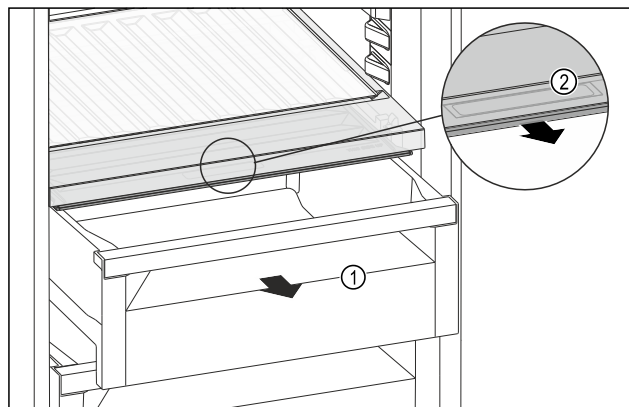

Fig. 117
- ▶ Извлеките выдвижной ящик *Fig. 117 (1)*.
- ▶ Возьмитесь за утопленную ручку *Fig. 117 (2)* на крышке отделения и одновременно потяните крышку отделения вперед.